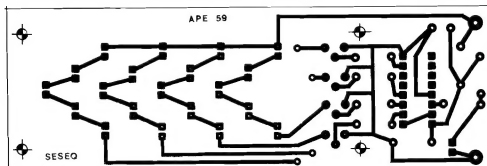

Fig.2
- FIG. 2 - LAY OUT DO CIRCUITO IMPRESSO ESPECÍFICO - Como o próprio **display** do **SESEQ** foi **leiautado** sobre a placa de Circuito Impresso que acondiciona os demais componentes, esta resultou numa forma retangular alongada, pelos motivos estéticos e práticos que se verificarão a seguir... De qualquer modo, o conjunto de ilhas e pistas (marcados em negro, na figura, que está em escala 1:1 - tamanho natural...) não é complicado, podendo ser facilmente copiado pelo Leitor/Hobbysta e realizado por quaisquer dos convencionais métodos de traçagem... Enfatizamos a necessidade de se respeitar rigorosamente tamanhos, posições e ar-